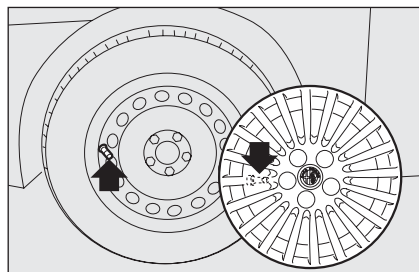

fig. 12
- ☐ ponga el embellecedor en la llanta haciendo coincidir el símbolo , grabado en el interior del embellecedor, con la válvula de inflado **fig. 12**;